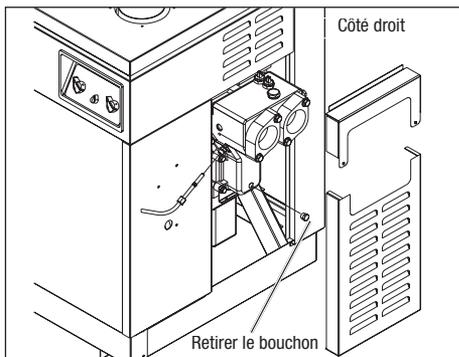

Figure 28. Évacuation de l'eau du collecteur.
- Vidanger complètement l'appareil de chauffage avant la première gelée. Pour vidanger l'appareil de chauffage, retirer le panneau latéral ainsi que le bouchon de vidange. Voir la Figure 28.
- Débrancher le tuyau en cuivre du raccordement de commutateur de pression. Voir la Figure 28.
- Fixer le raccordement du commutateur de pression au tuyau en cuivre. Voir la Figure 28.